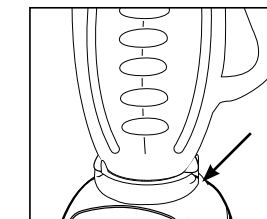

FIGURE 6
7. Alignez les languettes du récipient avec celles de l'embase du mélangeur. Assurez-vous que la languette gauche du récipient est derrière celle de l'embase du mélangeur et que la languette droite du récipient est devant celle de l'embase du mélangeur. Assurez-vous que le récipient repose en position. (Figure 6)